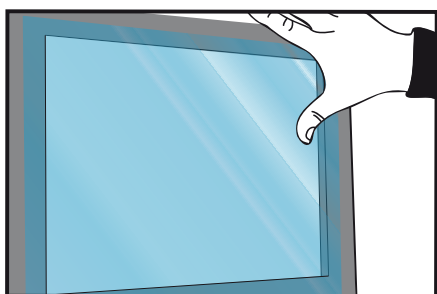

Figure 13
- › Commencer l'application sur l'écran. Appliquer progressivement le film. Comme vous travaillez sur un support transparent, il est important d'appliquer le film de façon très régulière. Cette application peut être effectuée, soit à l'aide de la raclette (préalablement recouverte de feutrine), soit à la main (porter des gants en coton). (FIG. 13)